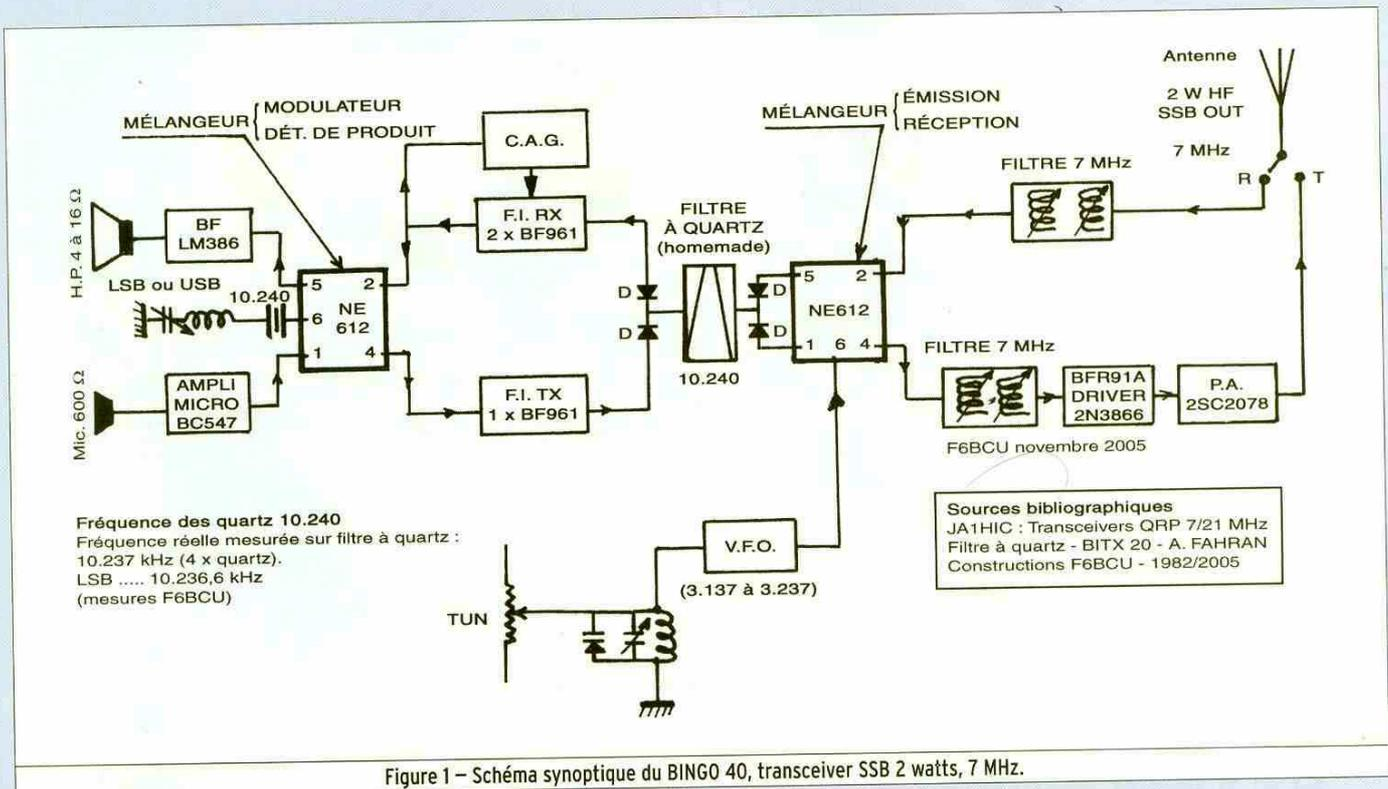

Figure 1 - Schéma synoptique du BINGO 40, transceiver SSB 2 watts, 7 MHz.
Figure 1 bis - Testeur fréquence quartz.
(figure 1)
L'étude du schéma de la figure 1 fait la distinction entre deux parties complémentaires.
- La 2e partie du schéma figure 1, c'est un convertisseur de fréquence, ou transverter, articulé autour du second NE 612 qui sera générateur à très faible niveau de SSB sur 7 MHz ou mélangeur réception pour l'écoute des stations SSB ou CW en trafic.
- Il faut un oscillateur type pour faire osciller les quartz 10 MHz (schéma figures 1 bis et 2 bis).